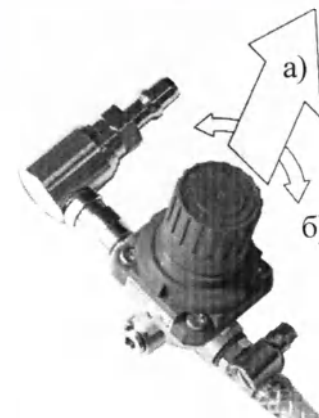

Рисунок 3. Регулировка редуктора, встроенного в соединительный рукав DIN 13260.
Подключите соединительный рукав DIN 13260 к газовой магистрали операционной. Соедините выходной штуцер соединительного рукава с входным разъемом CO₂ (28) на задней панели инсуффлятора. Включите инсуффлятор. Потяните за вентиль редуктора, чтобы разблокировать его (см. рис. 3). Вращая регулирующий вентиль редуктора, установите давление на выходе редуктора, равным 0,35 – 0,45 МПа. Давление контролируйте по шкальному индикатору входного давления инсуффлятора (6). Входное давление должно быть в пределах сектора «Норма» шкального индикатора (6). После завершения регулировки нажмите на вентиль редуктора до щелчка, чтобы заблокировать его положение.